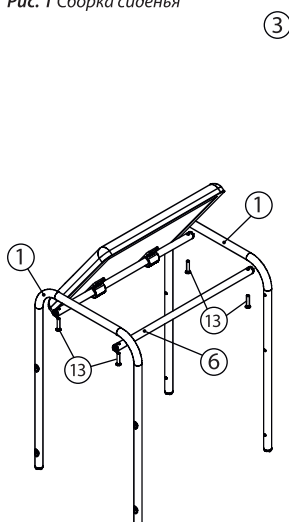

Рис. 2 Установка сиденья
- Закрепить свободную опору (6) и опору с сиденьем к стойкам с резьбовыми отверстиями (1) винтами М6х25 (13). При затяжке винтов контролировать усилие, не допуская деформации опор (6) (см. рис. 2);